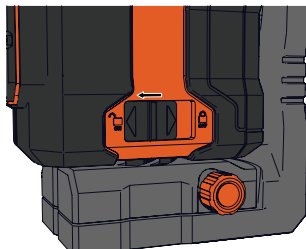

Figure 17
1. Faire glisser le compensateur de verrouillage/interrupteur d'alimentation vers la gauche pour déverrouiller (MARCHE)  la position pour mettre l'appareil sous tension. L'indicateur de niveau et l'indicateur d'alimentation s'allumeront. (Figure 17)